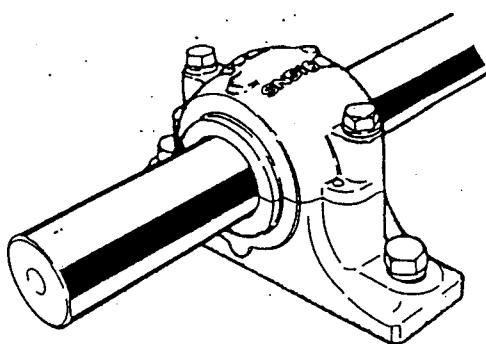

図23
(7) 潤滑剤を入れたのち、プランマプロックの上部本体の合わせ面が無理なく接しているか確かめる。そののち、締付ボルトを十分締め付ける(図23参照)。